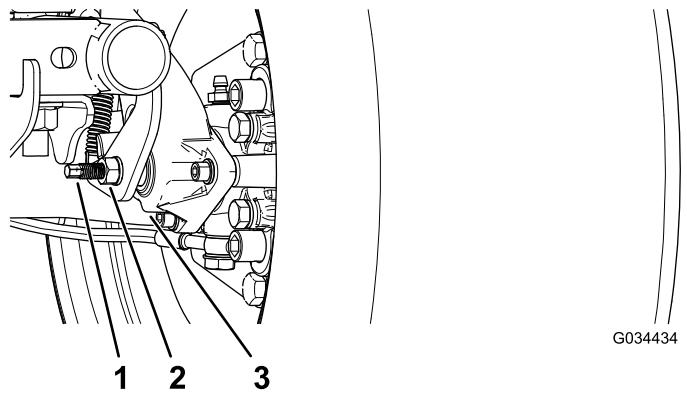

Рисунок 50
- Используя два ключа, удерживайте регулировочный штырь на суппорте одним ключом и ослабьте контргайку на $\frac{1}{4}$ оборота другим ключом (Рисунок 50).
- Удерживая регулировочный штырь и контргайку на месте, поверните регулировочный штырь для затягивания (Рисунок 50).
5. Удерживая регулировочный штырь и контргайку на месте, отверните штырь на $\frac{1}{4}$ оборота (Рисунок 50).
6. Удерживая регулировочный штырь и контргайку на месте, затяните контргайку (Рисунок 50).